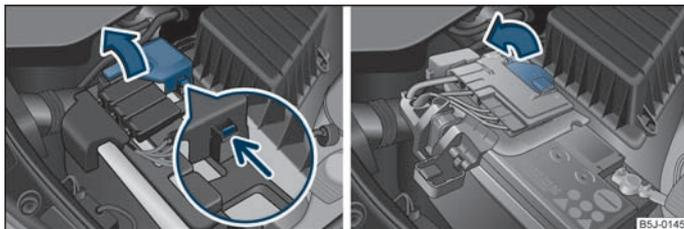

Abb. 127 Batterie: Abdeckung hochklappen (automatisches Getriebe) / (Schaltgetriebe)
- Entriegeln Sie die Verrastung an der Pluspol-Seite der Batterie ⇒ Abb. 127.
- Klappen Sie die Abdeckung in Pfeilrichtung hoch ⇒ Abb. 127 (automatisches Getriebe) bzw. ⇒ Abb. 127 (Schaltgetriebe).